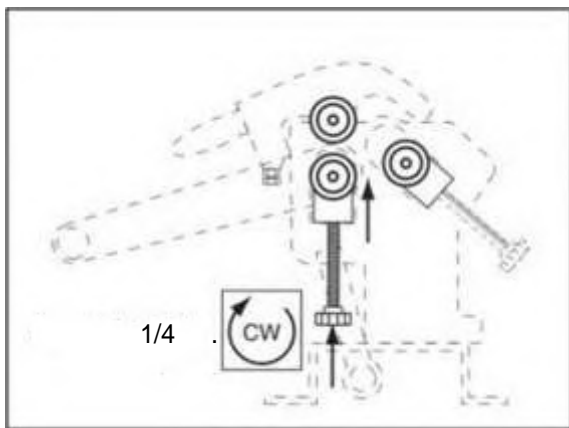

Рис. 11
- Удалите заготовку из пространства между роликами, а затем слегка приподнимите нижний ролик, поворачивая каждую рукоятку регулировки толщины примерно на 1/4 оборота. Кроме того, убедитесь, что задний ролик опускается полностью и не будет мешать заготовке, когда она выходит из станка (Рис. 11).